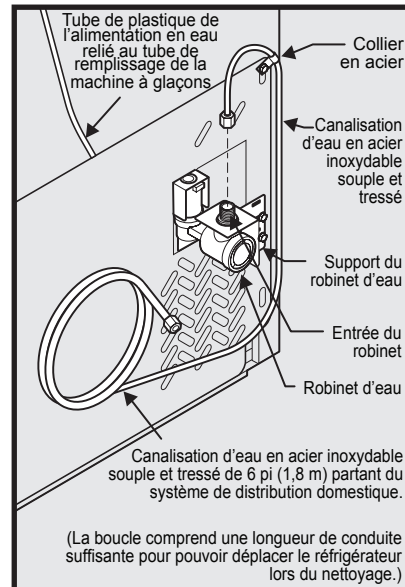

Figure 2
- Si vous utilisez des tubes en acier inoxydable - L'écrou et la bague d'extrémité sont déjà assemblés sur la tubulure. Glissez l'écrou sur le robinet d'arrivée et serrez l'écrou à la main. Serrez d'un autre demi-tour avec une clé; ne serrez PAS trop fort. Voir la figure 2.